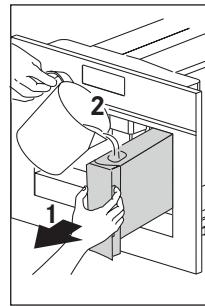

Рис. 11
- Спустя 5 секунд на дисплее появляется сообщение FILL TANK (ЗАПОЛНИТЕ бак). Выньте бак для воды (Рис. 11), промойте его и наполните пресной водой до отметки максимального уровня. Вставьте обратно до упора. В бак можно установить фильтр с умягчителем воды (рис. 37).